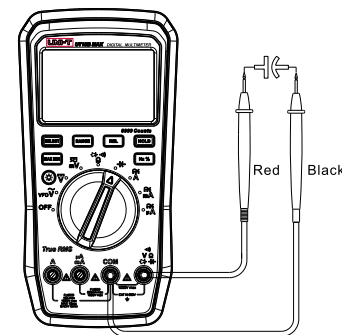

Abbildung 6
5. Kapazitätsmessung (Abbildung 6)